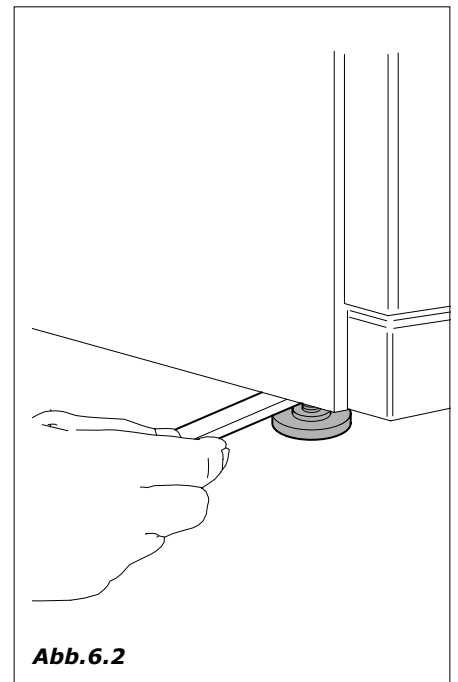

Abb. 6.2
- den Automaten aufstellen und über die beiden am Gerät befindlichen verstellbaren Füße nivellieren (Abb. 6.2). Die vertikale Achse des Automaten darf nicht mehr als 2° von der Senkrechten abweichen.